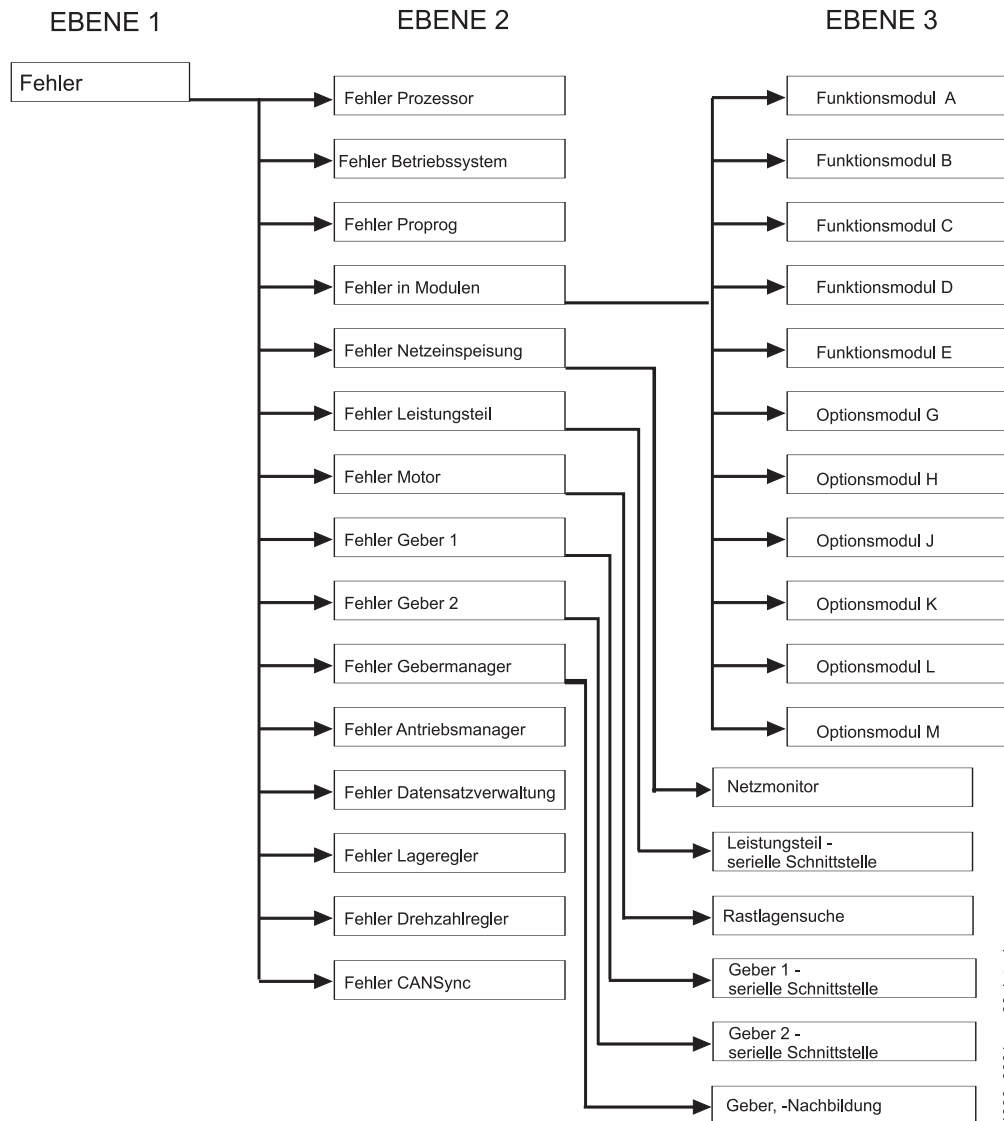

Abbildung 22: Aufbau der Fehlerliste - Übersicht
- Ebene 2** Die Fehlermeldungen sind nach der Übersicht geordnet (►Abbildung 22◄ auf Seite 81).
Ebene 3 Fehler werden nur in ProDrive mit Punkt getrennt zum zugehörigen Ebene 2 Fehler angezeigt (siehe auch ►Abbildung 22◄ auf Seite 81).